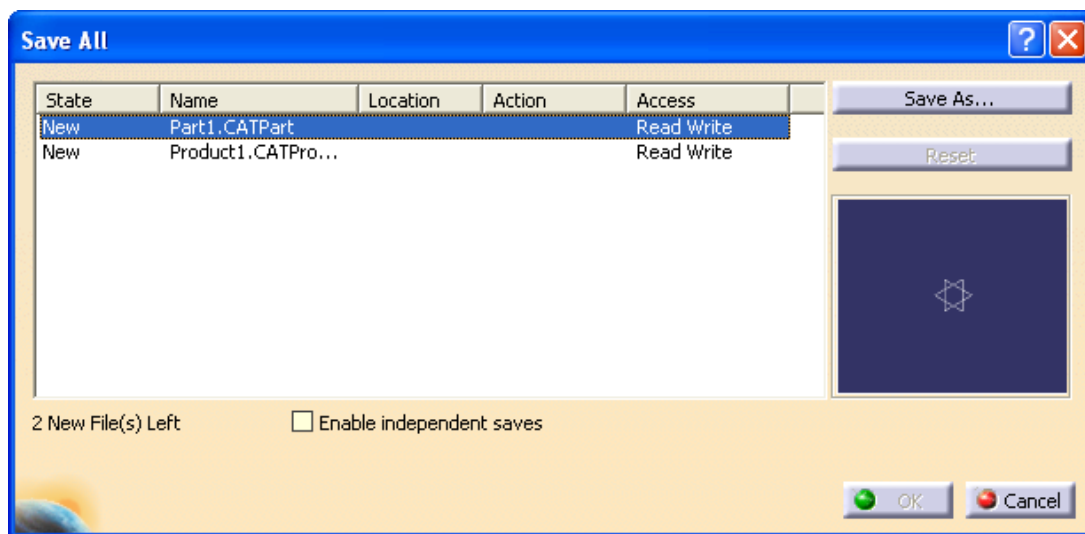

Рис. 26
2) Натиснути "OK", щоб відкрити діалогове вікно "Save All" (Рис. 26).